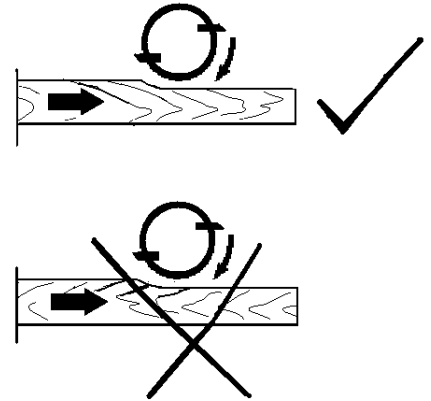

Рис. 18
- Якщо можливо, стругати слід вздовж напрямлення волокон деревини (Рис. 18).